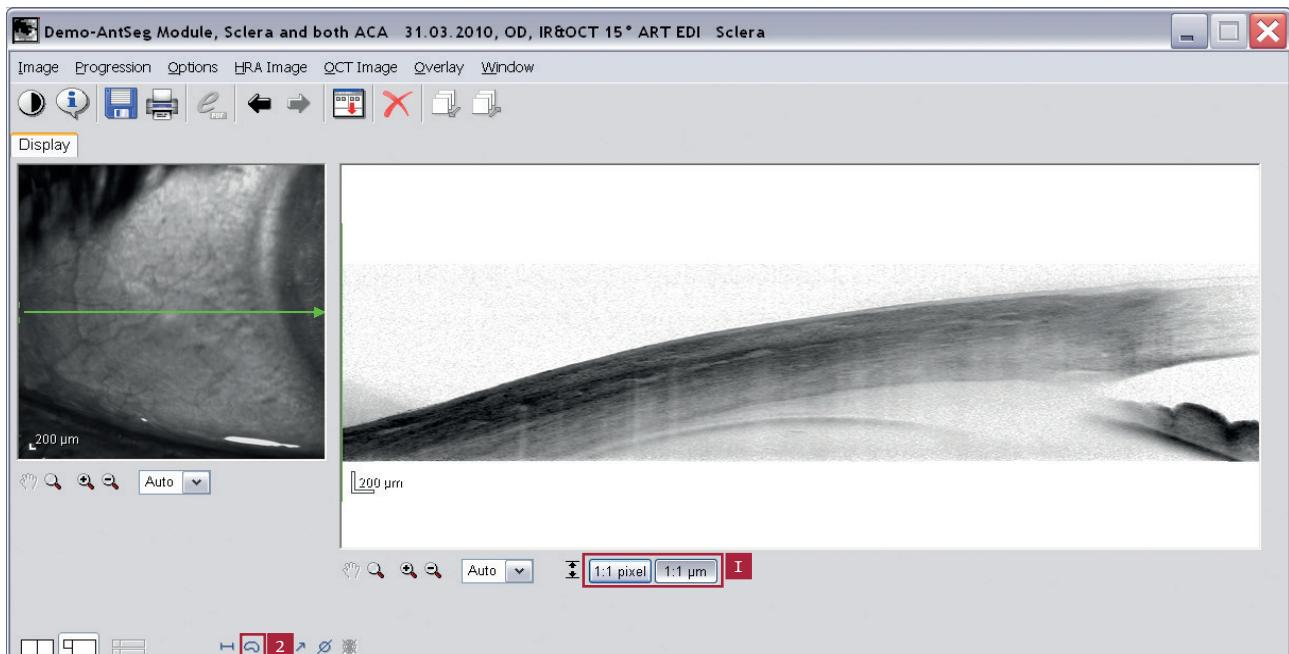

Abb. 12: Analysefenster Skleraaufnahme
- ✓ Auswahl der OCT-Scan-Ansicht 1:1 µm (Abb. 12 1). In der 1:1 Pixel Darstellung ist das Messwerkzeug nicht verfügbar.
- ✓ Flächenmesswerkzeug (Abb. 12 2) durch Mausklick anwählen.